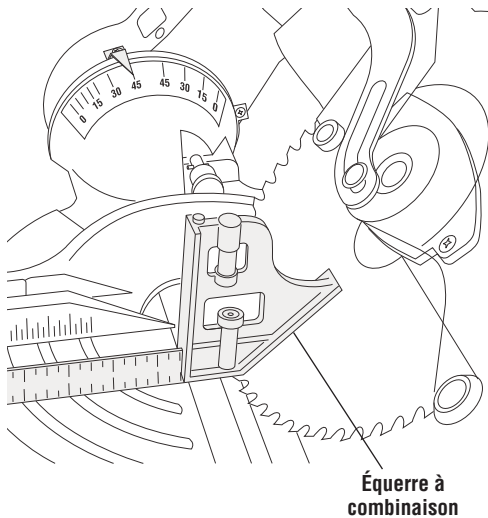

Figure 7. Contrôle de la butée d'inclinaison à 45° à droite
sur la table et appuyez sa surface à 45° contre la lame. Si la lame ne touche pas l'équerre sur toute sa longueur, (Figure 7), suivez la méthode d'inclinaison.
3. Placez l'équerre combinée de manière à appuyer sa surface à 45° contre la lame. (Figure 7)